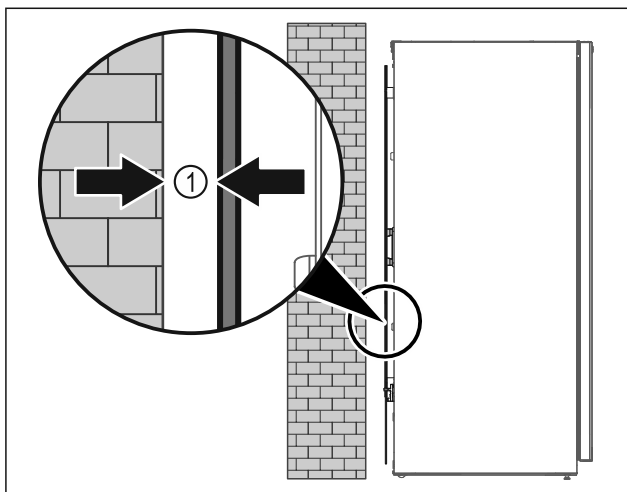

Fig. 8
- ▶ Установите устройство или свободно в помещении или прямо к стене на расстоянии 5 мм Fig. 8 (1).